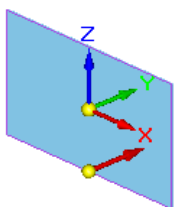
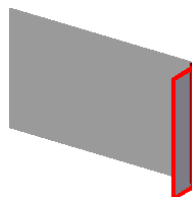
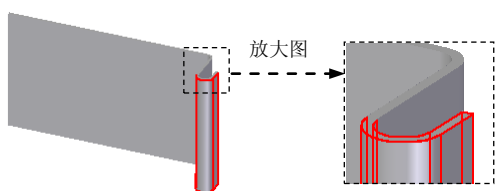
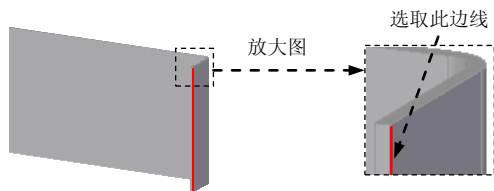

图 8.11.4 定义材料方向
图 8.11.5 弯边特征 1
图 8.11.7 卷边特征 1
图 8.11.8 选取附着边
(3) 定义材料厚度及方向。在命令条中单击“厚度步骤”按钮，定义材料厚度，在“厚度:”文本框中输入值 1.0，并将材料加厚方向调整至图 8.11.4 所示的位置后单击。
(4) 单击命令条中的“完成”按钮，完成特征的创建。
Step3. 创建图 8.11.5 所示的弯边特征 1。
(3) 定义弯边类型。在命令条中单击“完全宽度”按钮；在“距离:”文本框中输入值 15，在“角度:”文本框中输入值 90，单击“内部尺寸标注”按钮和“材料外侧”按钮；调整弯边侧方向向外，如图 8.11.5 所示。
(4) 定义弯边属性及参数。单击“弯边选项”按钮，取消选中“使用默认值*”复选框，在其“折弯半径(R):”文本框中输入值 2.0，单击“确定”按钮。
(5) 单击“完成”按钮，完成特征的创建。
Step4. 创建图 8.11.7 所示的卷边特征 1。
(1) 选择命令。在“主页”功能选项卡的“钣金”工具栏中单击“轮廓弯边”按钮，选择“卷边”命令。
(2) 定义卷边的附着边。选取图 8.11.8 所示的边线为卷边的附着边。